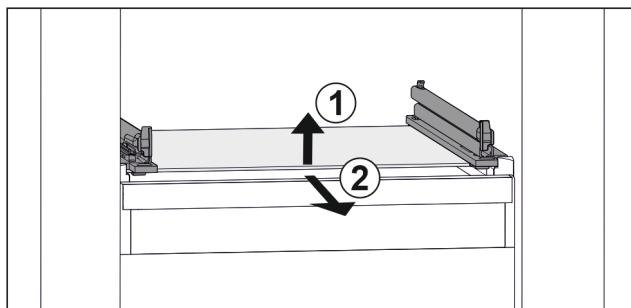

Fig. 123 Примерное отображение стеклянной пластины
- Приподнимите стеклянную пластину спереди. Fig. 123 (1)
- Извлеките стеклянную пластину движением вперед. Fig. 123 (2)